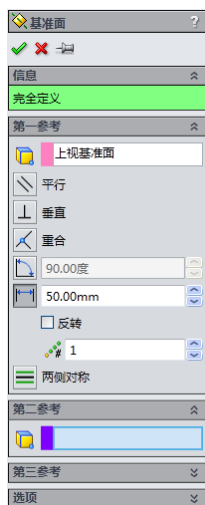
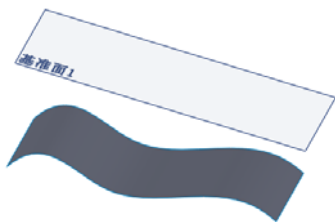

图 6-13 “基准面”属性管理器
图 6-14 添加的基准面
**05** 添加基准面。在左侧的“FeatureManager 设计树”中，选择“上视基准面”，然后在菜单栏中选择“插入”→“参考几何体”→“基准面”命令，或者单击“特征”工具栏中的“基准面”图标按钮，此时系统弹出如图 6-13 所示的“基准面”属性管理器。在“等距距离”一栏中输入 50mm，并调整设置基准面的方向。单击属性管理器中的“确定”图标按钮，添加一个新的基准面，结果如图 6-14 所示。